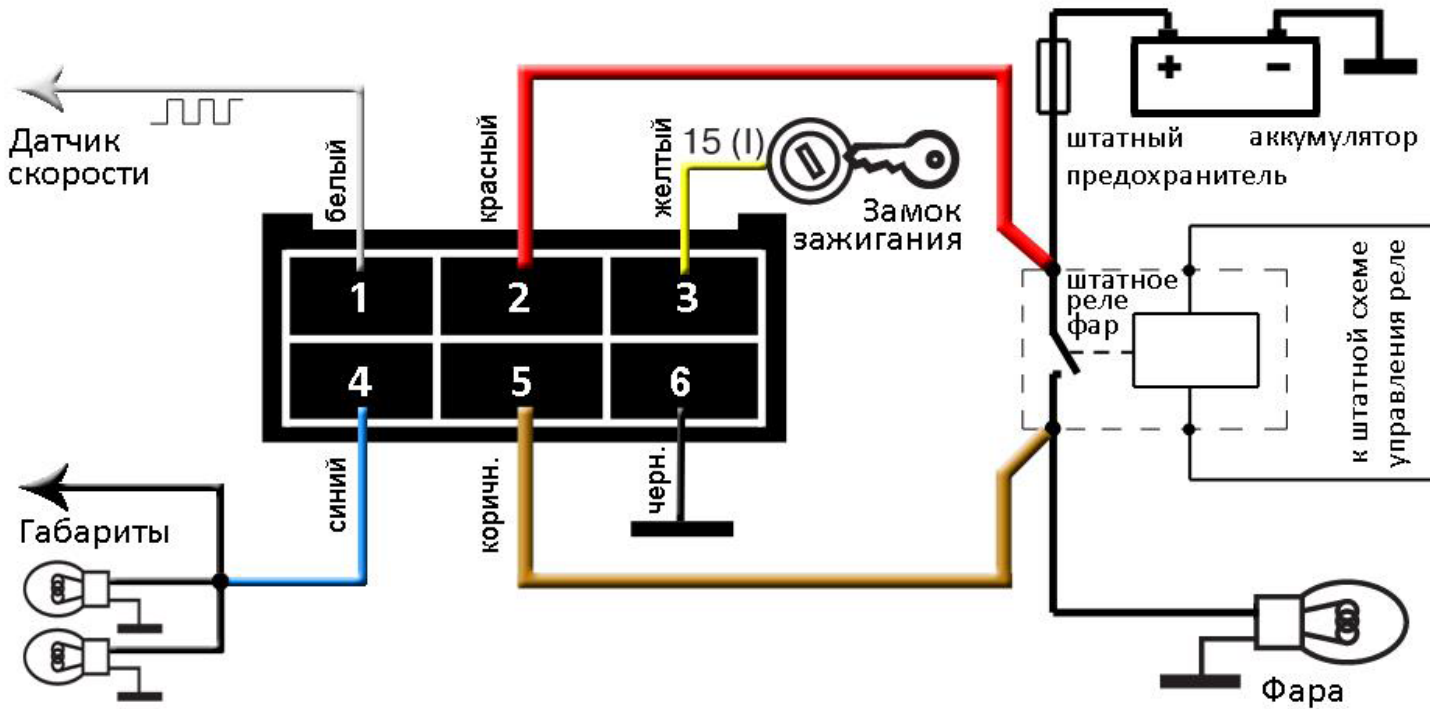

Рисунок 1
- 2. Питание силовой части 12V** (сечение 1мм²). Подключается к проводу, в непосредственной близости от контакта штатного реле включения света, который подключен к напряжению питания – плюсовой клемме аккумулятора (см. рис.1).
- 5. Дальний свет** (сечение 1мм²). Подключается к проводу, подключенному к контакту штатного реле включения ламп дальнего света, который подключен к лампам фары (см. рис.1). Точка подключения должна быть как можно ближе к реле.